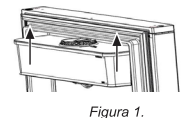

Figura 1.
B. En algunos modelos dos niveladores están empacados en el refrigerador en una bolsa plástica dentro de la charola de legumbres, al desempacar se recomienda el siguiente procedimiento, ver Figura 1:
1. Tome el tanque de almacenamiento de agua con ambas manos por los extremos e inclínelo ligeramente hacia arriba, posteriormente jale hacia arriba hasta que se libere completamente de la puerta del refrigerador (ver figura 1).
- NIVELE EL REFRIGERADOR, retire las bases de madera y ajuste los tornillos niveladores (FIGURA 1).
- Verifique que el CONDENSADOR ESTÉ LIBRE DE POLVO Y PELUSA (FIGURA 1).